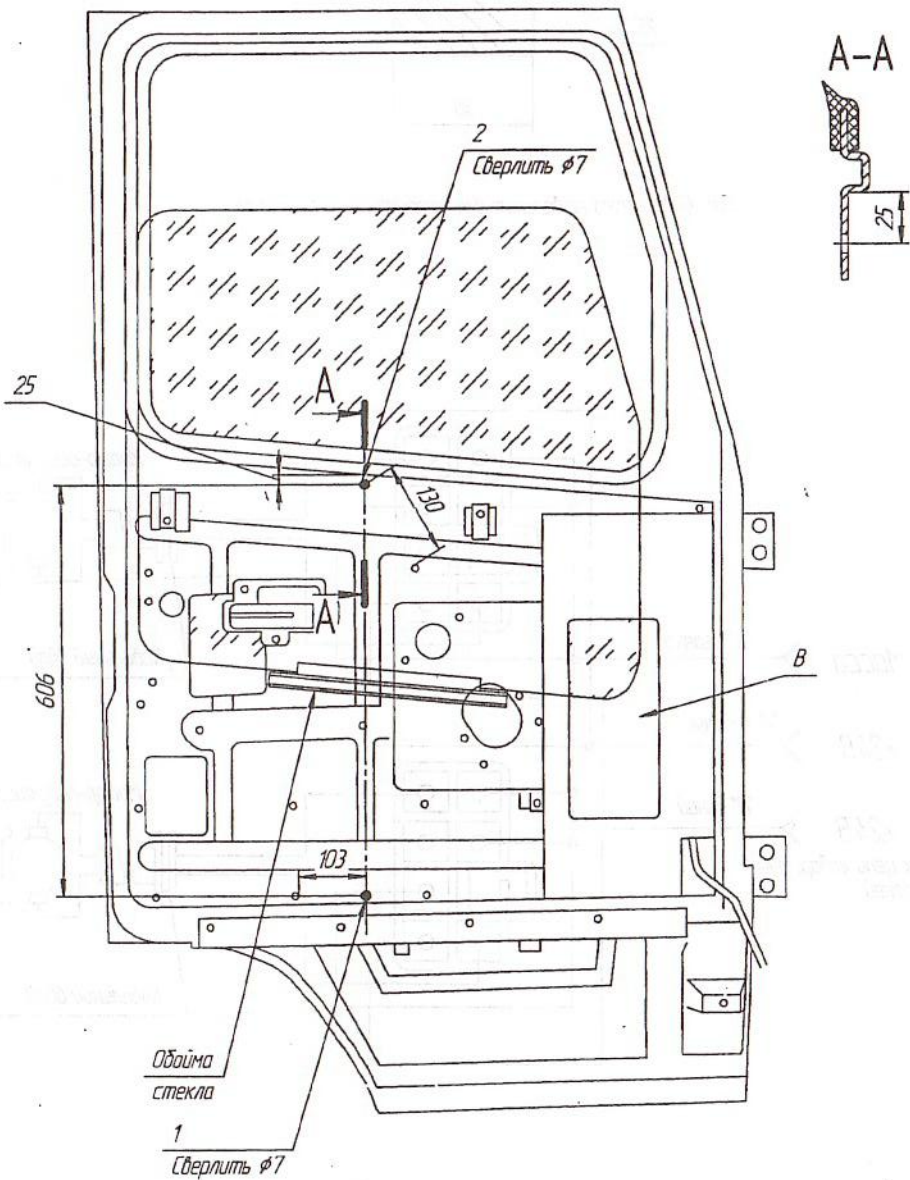

Рис. 3 Установка ЭСП в ледовую дверь.
6.5.2 Разметить штангенциркулем, затем просверлить два отверстия 1 и 2 диаметром 7мм на внутренней панели двери с координатами указанными на рис.3.
6.5.3 Через окно двери В (см. рис.3) ввести ЭСП в полость двери.